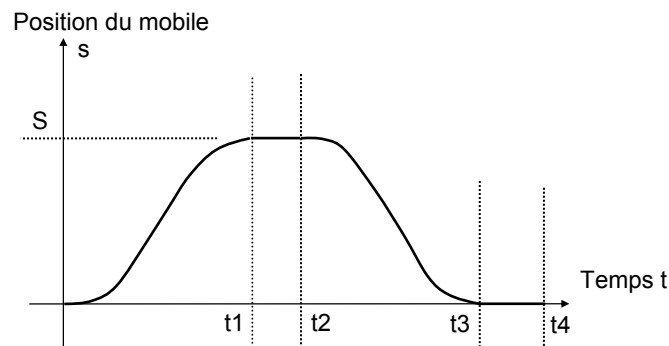

Figure 2 : loi de déplacement mobile
2. A partir du paramétrage proposé en figure 2, si on reproduit le même type de loi polynomiale 3, 4, 5, déduire l'équation du polynôme de la plage de descente.
8. Si la composante Y_e est constante et négative, tracer l'évolution possible de la composante Y_{32} superposée à un graphe semblable à celui de la figure 2. Identifier les zones où on risque le décollement.